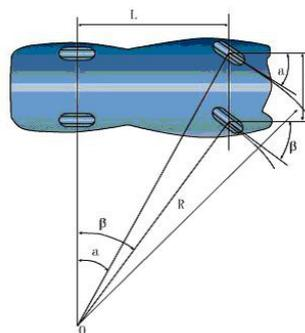

図 1-12、前方ストレッチに向ける
1.2.2.8 前方に回転してストレッチします (図 1-12)